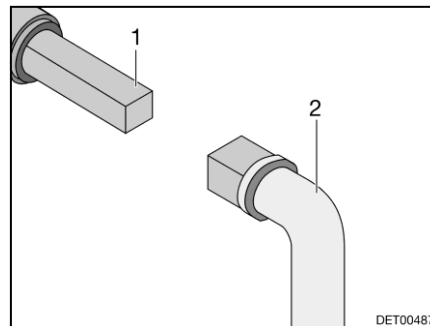

Fig. 122 Utilisation du robinet d'évacuation des eaux usées
- Insérer la clé (Fig. 122,2) sur la vis à quatre pans (Fig. 122,1).